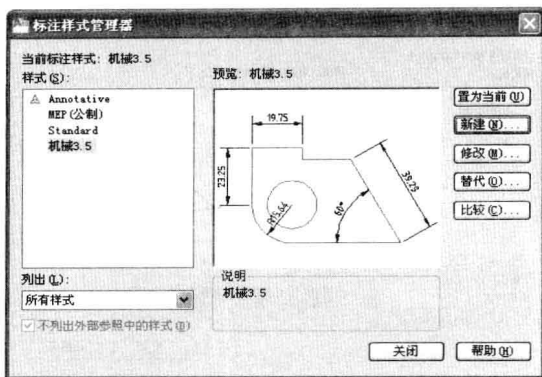

图 7-2-9
(8) 单击“确定”按钮，完成设置后，返回“标注样式管理器”对话框，此时“机械3.5”样式名称显示在列表中，同时将该样式设置为当前样式，在对话框左上角显示出“当前标注样式”名称为“机械3.5”，如图7-2-9所示。